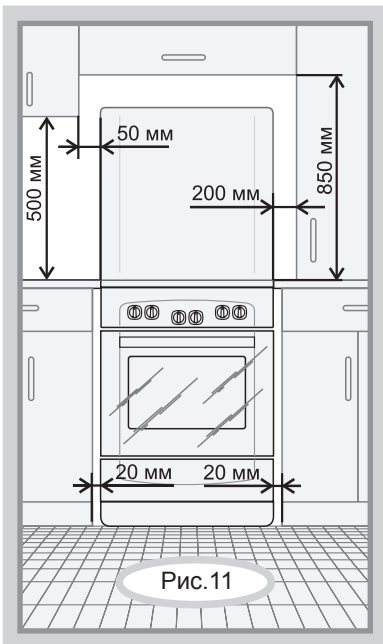

Рис.11
- Минимальные расстояния, которые необходимо выдержать при установке плиты, показаны на рис.11. Задняя стенка плиты должна отстоять от поверхности стены не менее чем на 50 мм. Торцы мебели на уровне варочной поверхности стола защитить металлическими накладками. Кухонные полотенца, шторы и т.п. должны находиться на безопасном расстоянии, исключающем их воспламенение.